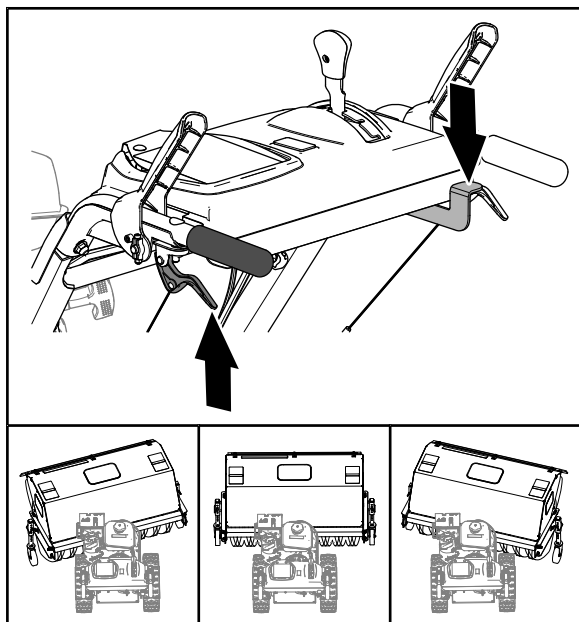

Figura 20
3. Spingete la leva verso il basso con il pollice della vostra mano destra (**Figura 20**).
4. Premete la leva della frizione ruota sinistra verso la stegola (**Figura 20**) e spingete l'alloggiamento della spazzola nelle seguenti posizioni.